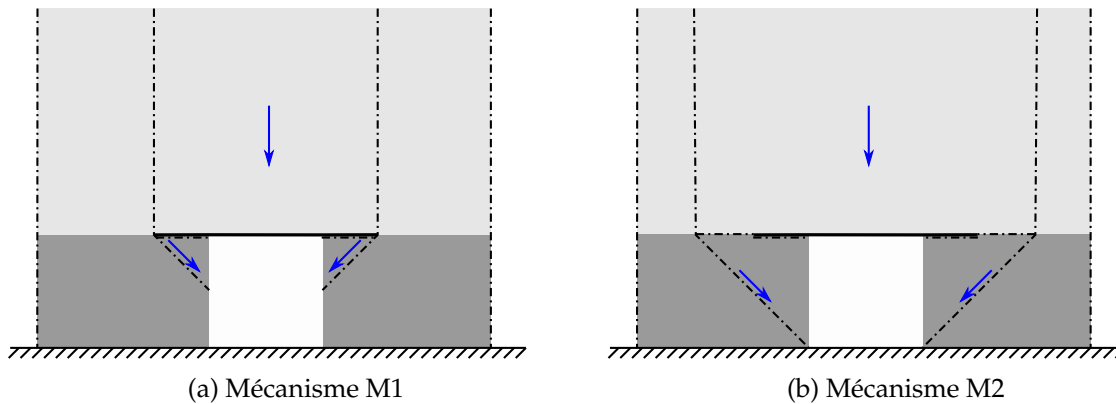

Figure 4 – Mécanismes de ruine de blocs rigides (angles à  $45^\circ$ )
2. Calculer analytiquement un majorant du facteur de stabilité en considérant les deux mécanismes de la Figure 4. On notera qu'au niveau de la dalle, la discontinuité horizontale passe dans le sol 1 tandis que pour le mécanisme M2 la partie horizontale située en dehors de la dalle passe dans le sol de plus faible cohésion, le sol 2 ici.